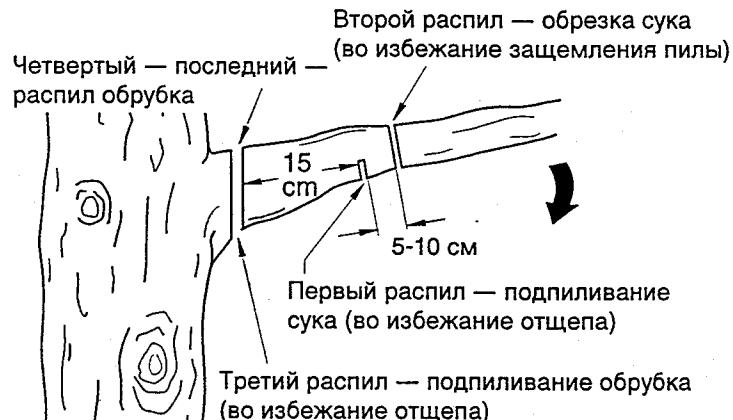

Рис. 11. Обрезка суха (подрезка)
1. Сделайте первый распил на нижней стороне спиливаемого суха на расстоянии 15 см от ствола дерева. Чтобы сделать этот распил, пользуйтесь верхней частью направляющего стержня. Распишите на глубину, равную 1/3 диаметра суха (см. рис. 11).